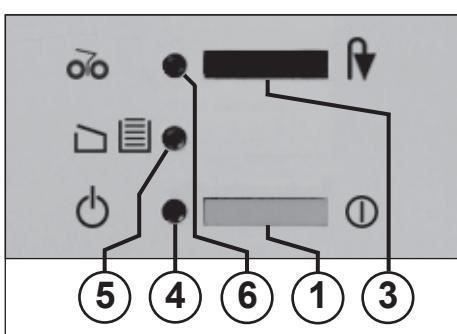

Fig. 1
3 = Interrupteur à poussoir (fig. 1)
4 = Voyant de contrôle (fig. 1)
5 = Voyant de contrôle (fig. 1)
6 = Voyant de contrôle (fig. 1)
- Appuyer sur l'interrupteur à poussoir (1) (fig. 1) de la machine. Le voyant de contrôle (4) (fig. 1) s'allume.
Si le sac de réception est plein, la machine s'éteint. Le voyant de contrôle « Récipient plein » / « Porte ouverte » (5) (fig. 1) **clignote**. Afin de signaler l'arrêt du bloc de coupe, le voyant de contrôle « Bourrage » / « Arrêt » (6) s'allume simultanément.
- Replacer le cadre avec le sac de réception et fermer la porte. Le voyant de contrôle (5) (fig. 1) s'éteint.
- Actionner brièvement l'interrupteur à poussoir « Marche arrière » / « Arrêt » (3). Le bloc de coupe réduit en morceaux le reste se trouvant dans la cavité d'alimentation, puis s'éteint. Le voyant de contrôle (6) s'éteint. La destruction ultérieure peut désormais être poursuivie.
- Le voyant de contrôle (6) (fig. 1) s'allume.
- Actionner l'interrupteur à poussoir « Marche arrière » / « Arrêt » (3) **de manière prolongée** et retirer simultanément le document éjecté de la machine.
- Après avoir retiré le bourrage, le bloc de coupe fonctionne automatiquement en marche avant, réduit en morceaux le reste se trouvant dans la cavité d'alimentation, puis s'éteint. Le voyant de contrôle (6) (fig. 1) s'éteint.